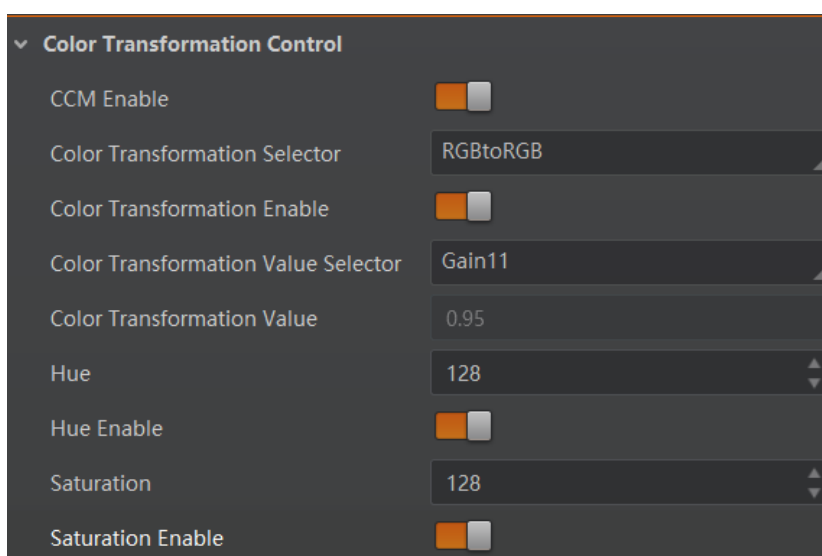

图10-25 设置方法二
- 开启 *Color Transformation Enable* 参数时，通过色调和饱和度参数控制 *Transformation Value* 参数值，如图 10-25 所示。